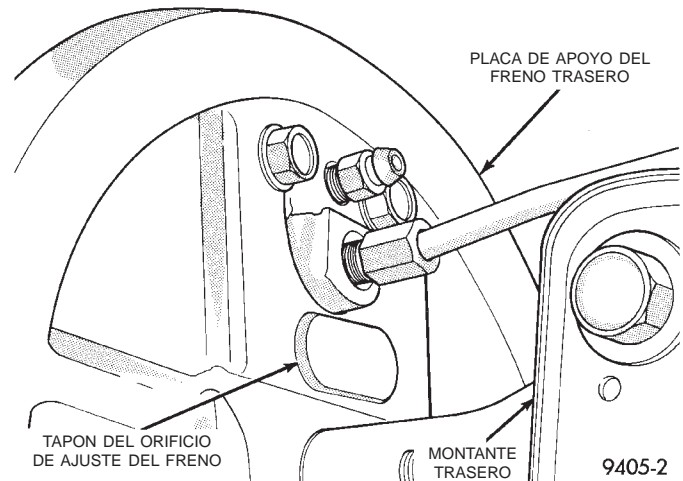

Fig. 186 Tapón del orificio de ajuste del freno trasero
(1) Eleve el vehículo de manera que todas las ruedas puedan girar libremente. Consulte Recomendaciones de elevación, en la sección Lubricación y mantenimiento en la primera parte de este manual de servicio.
(2) Retire el tapón de goma del orificio de ajuste del freno trasero (Fig. 186) de la placa de apoyo de la zapata de freno trasero.
(6) Repita el ajuste anterior en la otra rueda trasera. Instale los tapones de goma del orificio de ajuste (Fig. 186) en los soportes de frenos traseros.
(7) Aplique y desenganche la palanca del freno de estacionamiento una vez **después** del ajuste del freno de rueda.